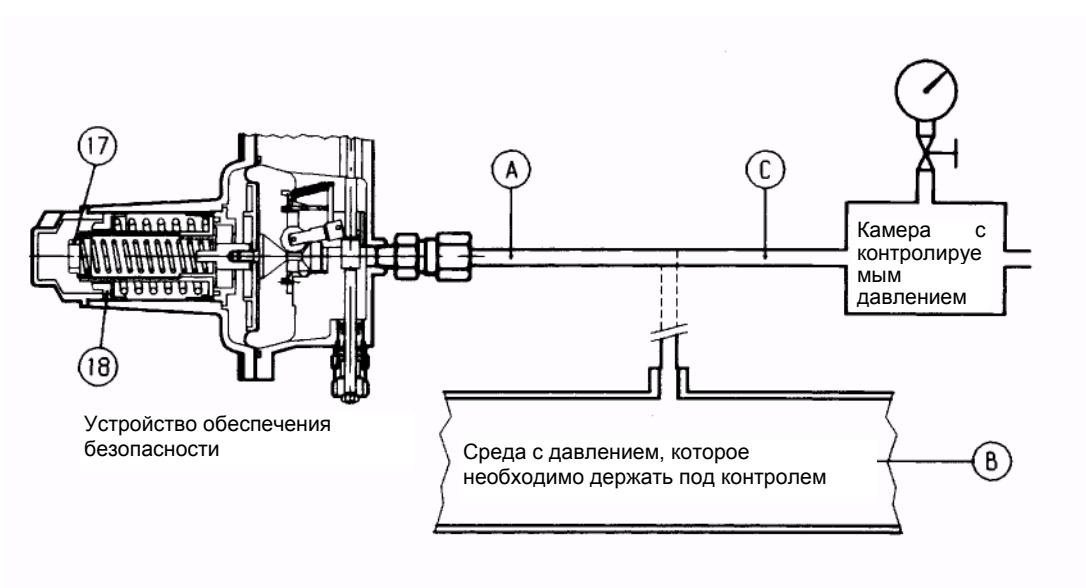

Рис. 15
- В) Для устройств, не имеющих клапана "push" (рис. 15) рекомендуется отдельно подсоединить управляющую головку к вспомогательному контролируемому давлению и повторить описанные выше операции.
В) Для устройств, не имеющих клапана "push" (рис. 15) рекомендуется отдельно подсоединить управляющую головку к вспомогательному контролируемому давлению и повторить описанные выше операции.